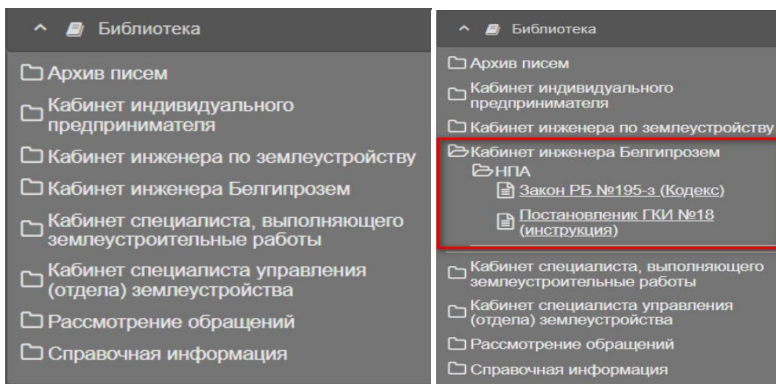

Рис. 164 – Виджет библиотека
Чтобы включить/выключить интересующий слой необходимо поставить/убрать галочку напротив него. Некоторые слои включают в себя составные подслои (рисунок 164). Для отображения подслоя на карте нужно поставить галочку напротив слоя и соответствующего подслоя. Поэтому в случае, если слой включён, а информация не отображается, необходимо проверить, включены ли нужные подслои. Все слои отображаются с определённых масштабов (как правило – с
5. **Библиотека.** В данном виджете находится набор документов, необходимых для осуществления землеустроительных работ. Внутри папок находятся документы в формате *.pdf и папки, внутри которых находятся документы (рисунок 164).